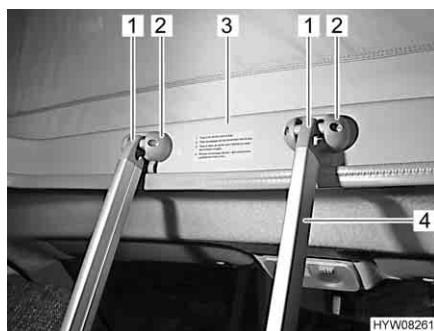

Fig. 40 Scaletta di accesso
**Scaletta di accesso** Per accedere al letto sul tetto a soffietto utilizzare sempre la scaletta di accesso (Fig. 40,4) montata di serie.
**Agganciare:** ■ Agganciare la scaletta con i due archetti (Fig. 40,1) nelle griffe (Fig. 40,2) del telaio (Fig. 40,3) del tetto a soffietto.